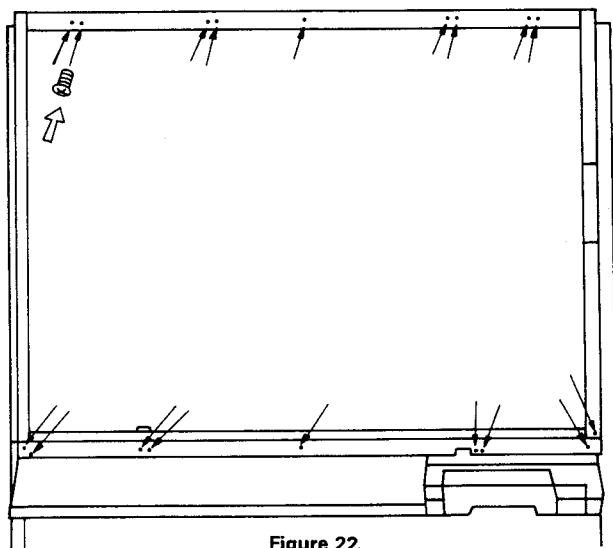

Figure 22.
- (2) Enlever les neuf vis se trouvant en bas du tableau. (Figure 22)